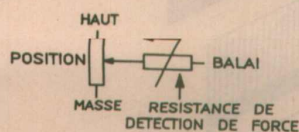

Figure 9
- Le schéma équivalent des FPSR, reproduit à la **figure 9**, est plus